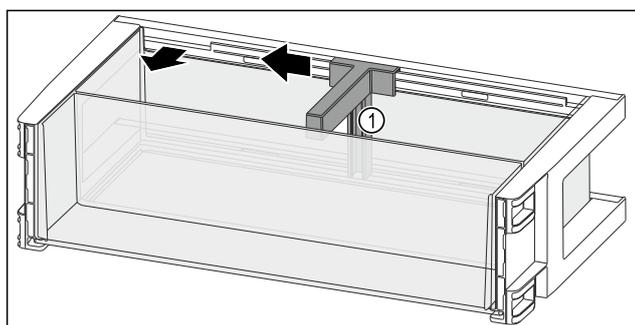

Fig. 114
- Pousser le porte-bouteilles Fig. 114 (1) sur le côté jusqu'à l'évidement.
- Retirer le porte-bouteilles Fig. 114 (1).